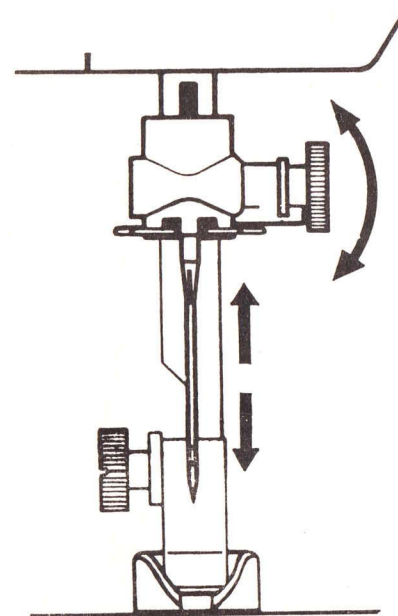

Abb. 6
8. Auswechseln der Nadel (Abb. 6)